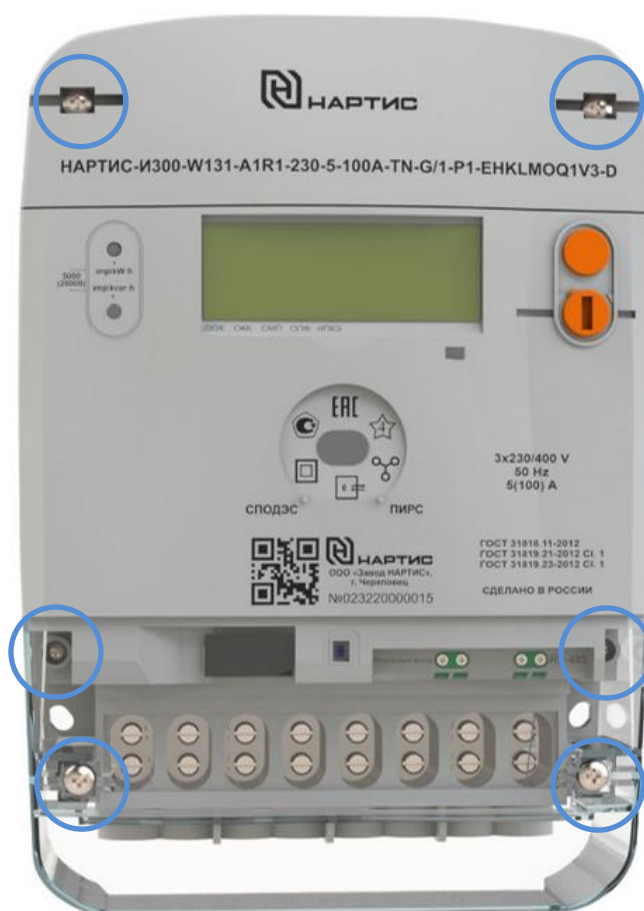

Рисунок 9 – Места опломбировки счетчика HARTIS-И300-W131
6.1 Опломбировать счетчик пломбами обслуживающей организации (рисунок 9).